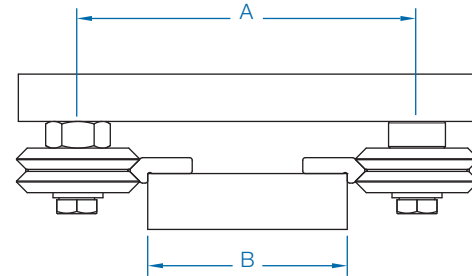

Figura 1 Montaje hacia dentro
- Montaje hacia dentro (ver figura 1): $A = B + X$